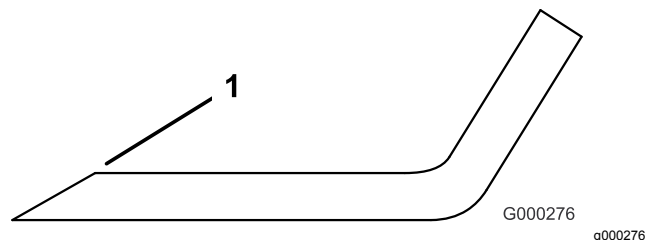

図 105
3. すべてのブレードの刃先を点検し、刃先が丸くなっていたり打ち傷がある場合には研磨する 図 105。
注 研磨は刃先の上面だけに行い、刃の元々の角度を変えないように十分注意する 図 105。両方の刃先から等量を削るとブレードのバランスを維持することができます。